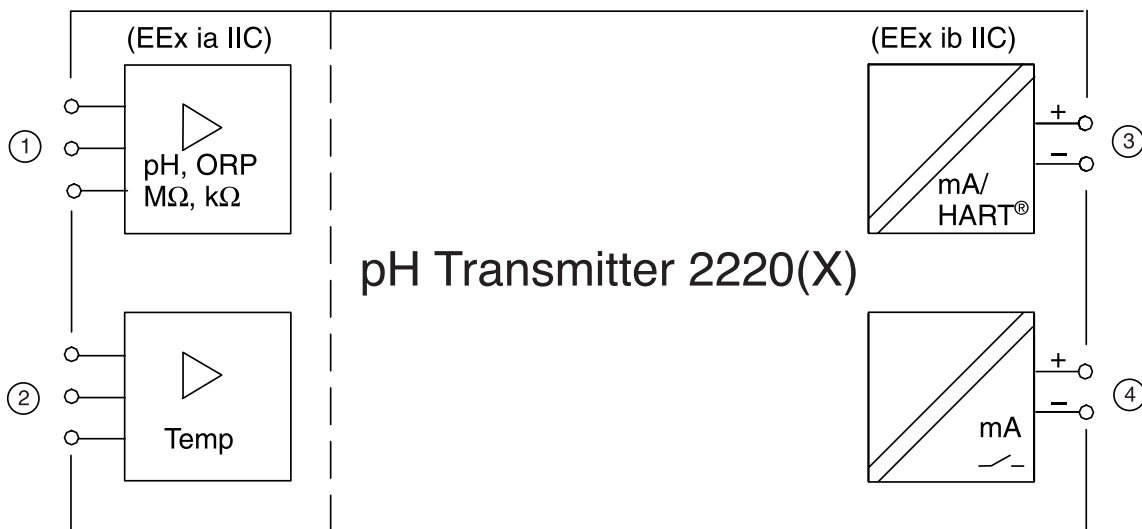

Abb. 2-1 System-Funktionen pH Transmitter 2220(X)
Abb. 2-1 zeigt die System-Funktionen. Neben den Eingängen für Glas- und Bezugselektrode ① und Temperaturfühler ② kann eine Potentialausgleichselektrode angeschlossen werden, die gleichzeitig als Hilfselektrode zur Meßkettenüberwachung (Sensocheck[®]) dient.